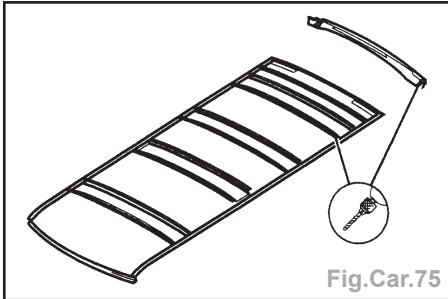

Fig.Car.75
- Percer des trous de 0,7 mm pour le soudage par bouchonnage sous gaz de protection (Fig.Car.75).